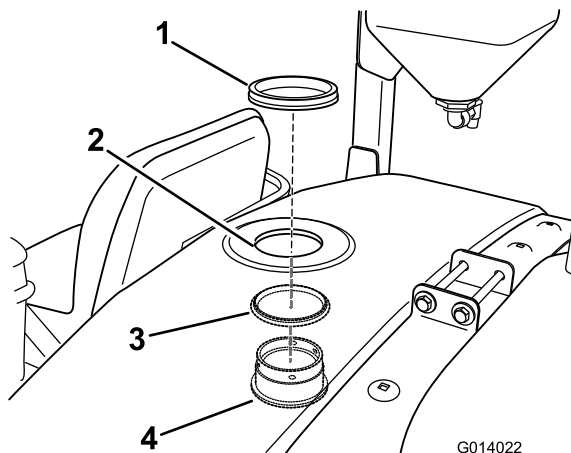

Figure 18
2. De l'intérieur de la cuve, passez la traversée et le joint torique à travers l'ouverture découpée (Figure 18).